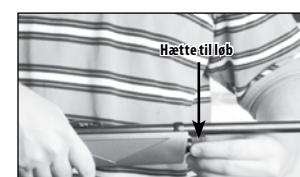

Fig. 3
- Hold geværet i forsæuet og drej langsomt piercing-rorets hætte og fjern den. (Fig. 3)